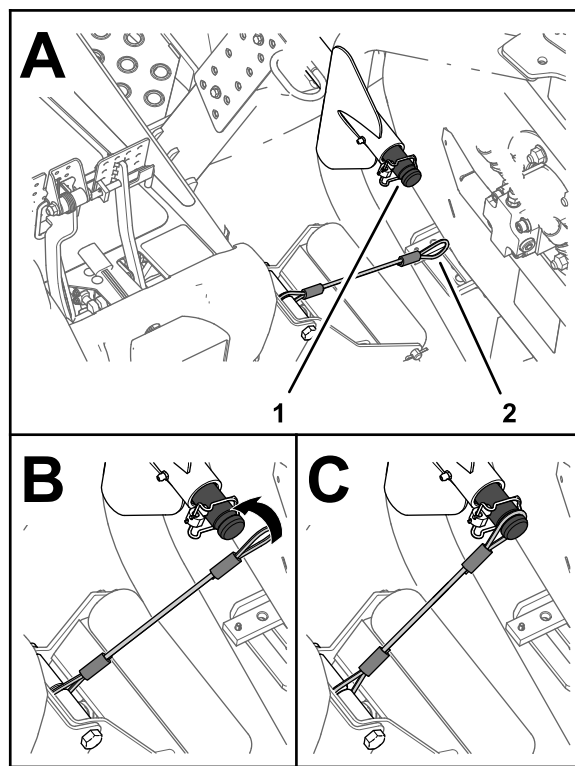

図 33
5. 左右のカuttingユニットの昇降アームのキャリアシャフトにランヤードを取り付ける 図 33。
6. キャリアシャフトの溝にランヤードの輪を掛ける。溝に完全に掛けること 図 33。